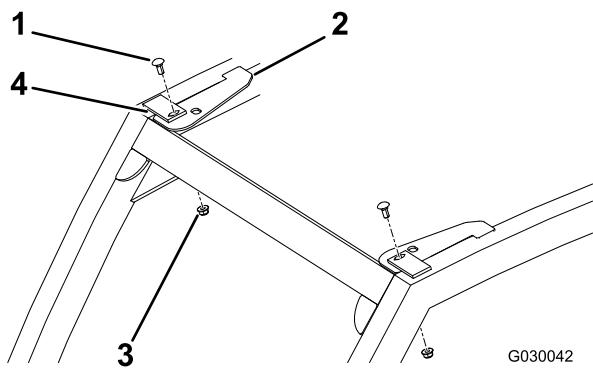

图3
1. 如 图3 所示，固定前支架。
2. 用托架螺栓和凸缘螺母固定支架（图3）。